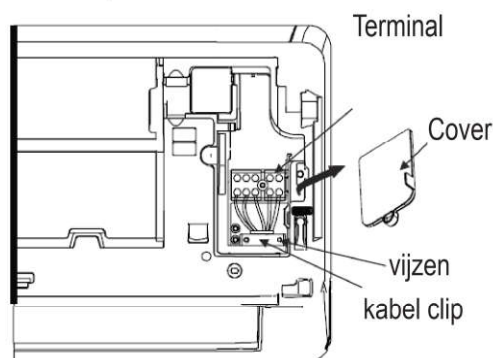

fig. 15 -
1. Open het voorpaneel van het apparaat ("fig. 15 -")